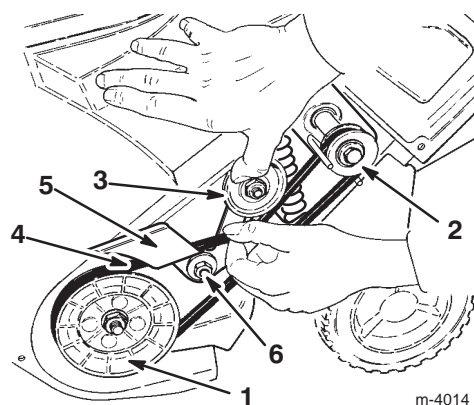

Figure 13
6. Desserrer l'écrou de pivot de tendeur (Fig. 13).
7. Retirer la courroie d'entraînement de la poulie du rotor (Fig. 13).
8. Abaisser le galet de tendeur pour libérer le bras de frein, et tirer la courroie de transmission de sous le bras de frein (Fig. 13).
9. Retirer la courroie de transmission de la poulie du moteur (Fig. 13).
10. Placer la courroie neuve autour de la poulie du moteur et sous le bras de frein (Fig. 13).
11. Tenir la courroie de transmission d'une main et la glisser sur la poulie du rotor, et faire tourner le rotor de l'autre main jusqu'à ce que la courroie soit complètement chaussée sur la poulie du rotor (Fig. 13).
14. Resserer les écrous de fixation du moteur et l'écrou de pivot du tendeur (Fig. 13) à 19,2 à 22,6 N·m (170 à 200 in-lbs).